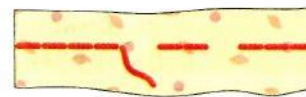

Рис. 82
1. Чтобы отремонтировать поврежденный участок машинной строчки, изделие выворачивают на изнаночную сторону. Нитки поврежденного участка строчки подрезают и удаляют с обеих деталей (рис. 82).